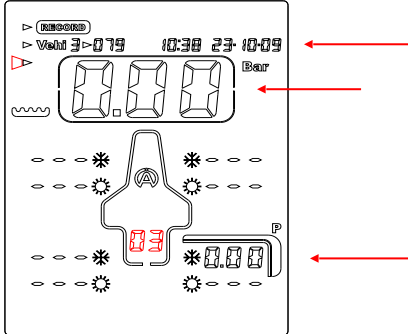

Abbildung 3
4) Mit der Taste  oder , wählen Sie "RAHMEN" (Abbildung 3)
Im Beispiel (Abbildung 3) ist das Tyrecontrol 2 bereit, für Fahrzeug 3 eine Reihe von Captures aufzuzeichnen im Set "03" Vorlauf , ("Freies Set" von Fahrzeug 3), beginnend mit einer Erfassung des Drucks am rechten Hintreifen.